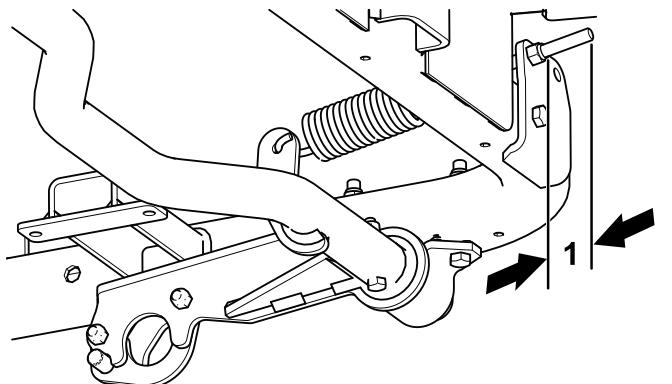

Figura 20
3. Apriete las contratuercas que sujetan la varilla del muelle hasta que se vea 6-13 mm (1/4"-1/2") de rosca para tensar el muelle (Figura 20).